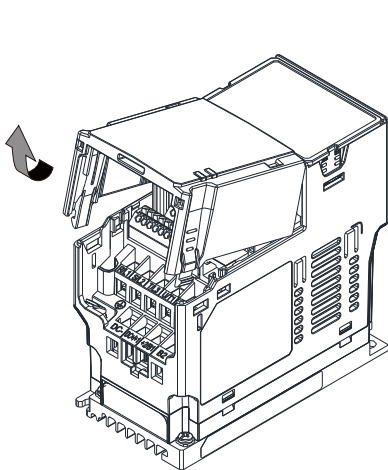

图 8-14
1. 关闭变频器电源，取下变频器上盖，如图 8-14 所示。